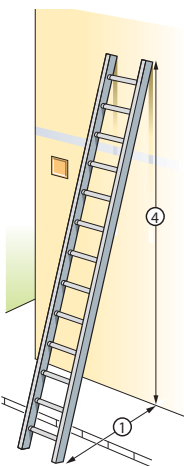

Figura 10 Scara este corect înclinată (regula 1 la 4) – dispozitivele de securizare au fost omise pentru claritate
- dacă **scările** pot fi sprijinite la unghiul corect de 75°. Pentru a aprecia unghiul, folosiți indicatorul de unghiuri marcat pe barele laterale ale unor scări sau regula 1 la 4 (1 unitate în afară pentru fiecare 4 unități pe verticală, așa cum se arată în figura 10);